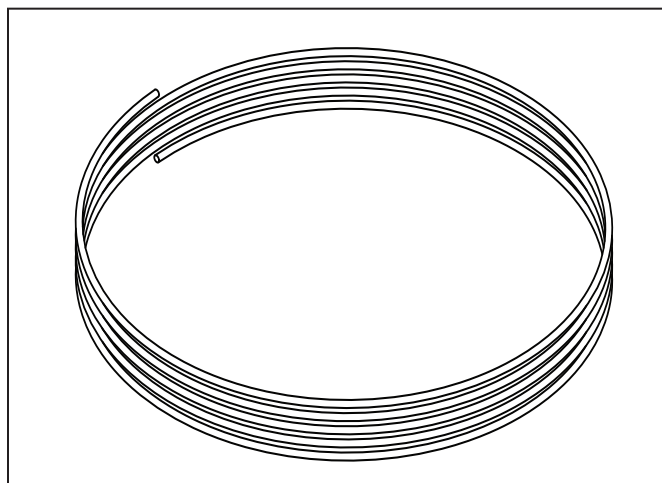
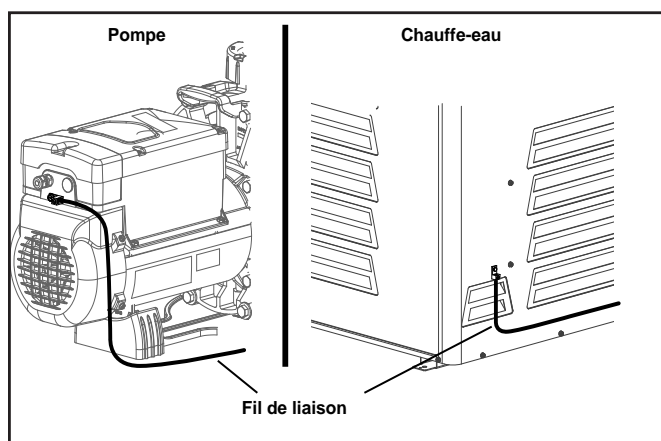

Figure 18. Fil de liaison
Figure 20. Emplacements de l'oreille de fixation
18. Fixer une extrémité du fil à la patte de collage situé sur le bas de la plaque arrière du châssis sur le bloc d'alimentation (voir Figures 18 et 19). Fixer la deuxième extrémité à un point de collage commun tel que la pompe de la piscine ou le chauffe-eau. Assurez-vous de se référer au manuel de la pompe ou du chauffe-eau pour l'emplacement de l'oreille de fixation avant de procéder à cet égard. Voir Figure 20 pour des exemples d'endroits pour l'oreille de fixation. Ne pas utiliser le bloc d'alimentation comme le point de liaison électrique commun. Il devrait y avoir qu'une seule connexion de liaison électrique commun au bloc